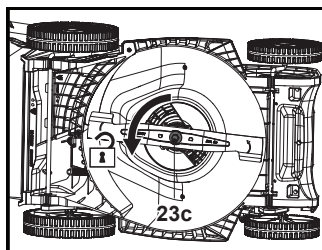

Fig. 18
1. Păstrează partea de dedesubt și cuțitul (23) curate și fără reziduuiri. Îndepărtează resturile vegetale din jghebul de evacuare spate (22).
3. Păstrează cuțitul (23) ascuțit pentru o bună performanță de tăiere. Înlocuiește cuțitul uzat sau deteriorat cu unul nou de același tip sau apelează la un specialist calificat pentru a-l ascuți.
4. Slăbește șurubul de montare (23c) în sens antiorar utilizând o cheie electrică de impact adecvată (dimensiune: 13 mm) (fig. 18) și scoate-l împreună cu șaiba plată (23b) și cuțitul (23).